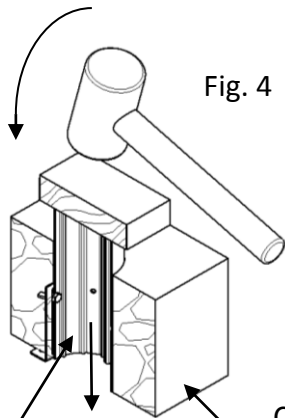
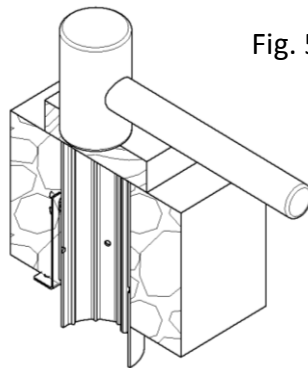

Fig. 4
Fig. 5
1. Remove discs (D) and hexagonal head screws (C).
2. If screws do not remove easily, they can be left in place and sheared by driving the segments (A) downward, see Fig. 4. Place a block of wood flat on the segments (A). Use a hammer (6-10 lbs) and strike the wood as it lays flat on top of the segments Fig. 5. The impact of the hammer striking wood will cause the screws to shear. Drive all the segments (A) together, until level with the concrete.
1. Retirer les disques (D) et les vis hexagonales (C).
2. En cas de difficulté à retirer les vis, elles peuvent être laissées en place et coupées lors du positionnement des éléments (A) vers le bas, consulter la Fig. 4. Placer un bloc de bois à plat sur l'élément (A). Utiliser un marteau de 2,7 à 4,5 kg et frapper le bloc de bois comme s'il reposait à plat sur le dessus des éléments, Fig. 5. L'impact du marteau sur le bois provoquera le cisaillement des vis. Joindre tous les éléments (A), jusqu'à ce qu'ils soient de niveau avec le béton.
1. Quitar los discos (D) y los tornillos hexagonales (C).
2. Si los tornillos no salen fácilmente, pueden quedar en el sitio y ser cortados empujando los segmentos (A) hacia abajo, ver Fig. 4. Colocar un bloque de madera plano sobre los segmentos (A). Usar un mazo (2,7 a 4,5 kg) y golpear la madera mientras queda plano sobre los segmentos, Fig. 5. El impacto del mazo golpeando la madera hará que los tornillos se corten. Impulsar todos los segmentos (A) juntos, hasta que queden a ras con el hormigón.